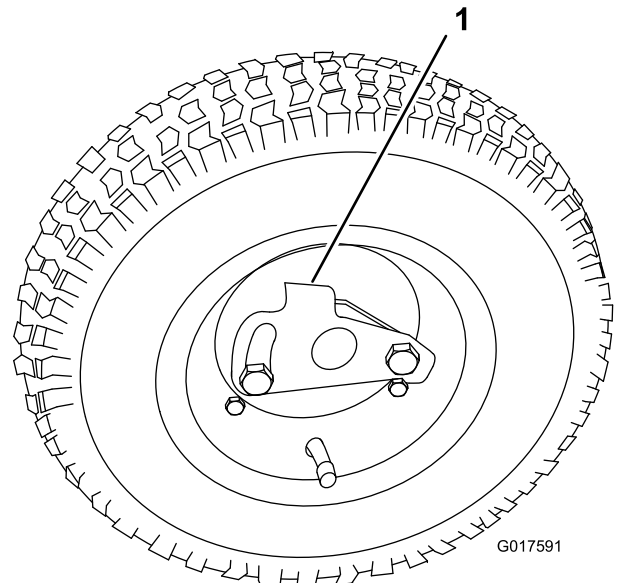

Bild 12
2. Drücken Sie den Radarretierclip zur Mitte des Rads und schieben Sie das Rad auf die Sechskantwelle (Bild 12).